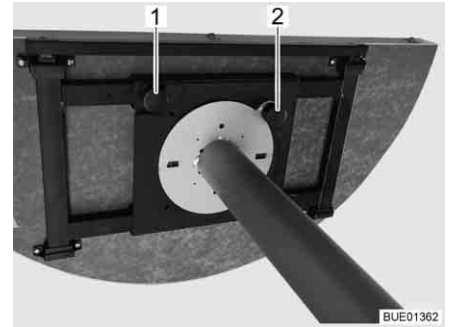

Bild 98 Fast bord (sett nedifrån)
- Lossa den räfflade skruven (Bild 98,1).
- Lyft inställningsreglaget (Bild 98,2).